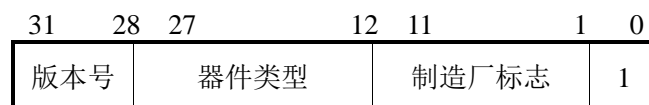

图 8-2: 标志寄存器
3) 标志寄存器: 32 位, IEEE1149.1 标准中规定了该寄存器的格式, 具体如图 8-2 所示。标志寄存器的最低位总是设置为“1”, [11:1]位制造商代码, [27:12]位为器件类型代码, [31:28]位为同一器件不同的版本号, 具体定义如表 8-3 所示。